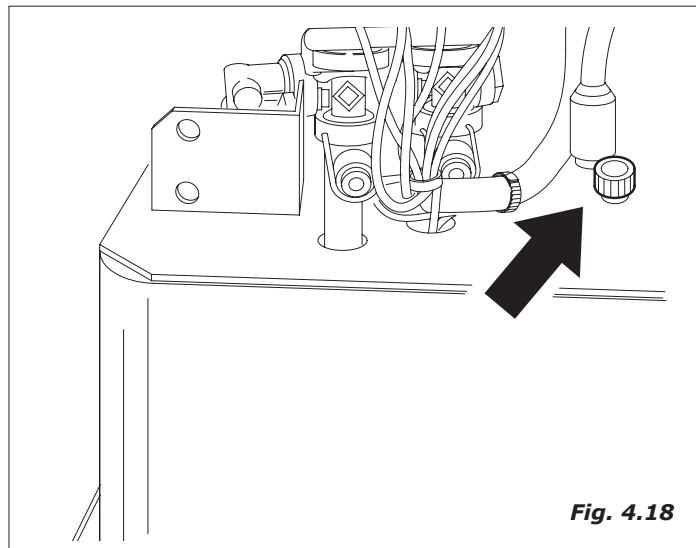

Fig. 4.18
- togliere il tappo posizionato sulla piastra superiore del gruppo refrigerante ed inserirvi il tubo di scarico caldaia solubili posizionato lungo lo scivolo di scarico fondi liquidi (Fig.4.18).